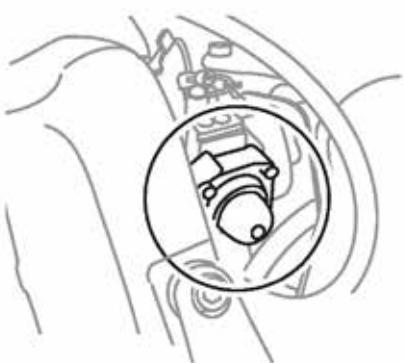

Figura 7. Bombilla de purga
2. Sistema de purga del carburador: Presione la bombilla de purga 4 veces o hasta que observe combustible en la bombilla (Figura 7).